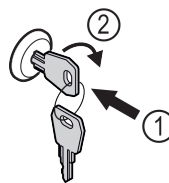

Fig. 132
- ▶ Introducir la llave Fig. 132 (1).
- ▶ Girar la llave 90° en sentido horario Fig. 132 (2).